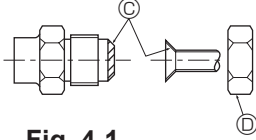

Fig. 4-1
Ⓐ (Fig. 4-1)
Ⓑ (Fig. 4-1)
4.2. Boruların bağlanması (Fig. 4-1)